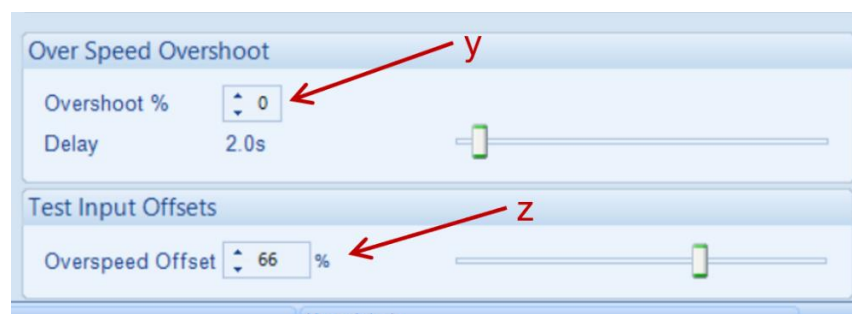

Fig. 12
Paso 5; Protecciones adicionales (fig. 12):